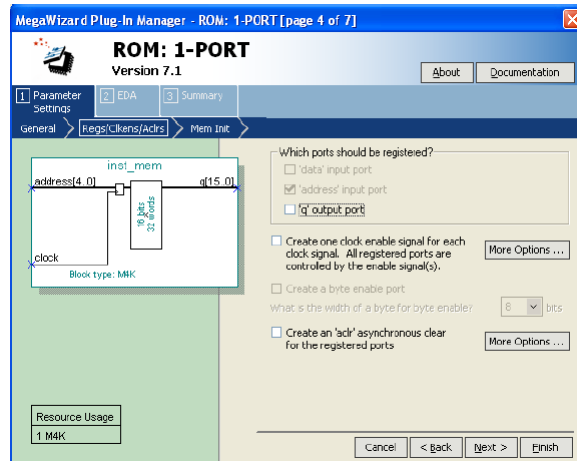

Figure 5. Configuration 1-POR.
2. Pour générer la mémoire, nous allons utiliser un bloc pré-existant. Utilisez l'outil Quartus II MegaWizard Plug-In Manager qui permet de générer le code d'un composant de la librairie Altera (library of parameterized modules, LPMs). Le composant à choisir se trouve dans la catégorie *Memory Compiler* et est appelée *ROM: 1-PORT*. Suivez les écrans de configuration pour générer une mémoire simple port de lecture dont les données sont sur 16-bits et pouvant mémoriser 32 mots. La Page 4 du wizard est indiquée dans la Figure 5. Puisque cette mémoire n'a pas de port d'écriture elle est appelée *synchronous read-only memory (synchronous ROM)*.